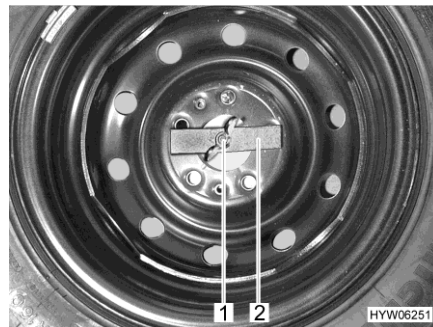

Bild 167 Ersatzrad im Heckstauraum
- Flügelmutter (Bild 167,1) von Hand lösen und abschrauben.
- Druckstück (Bild 167,2) abnehmen.